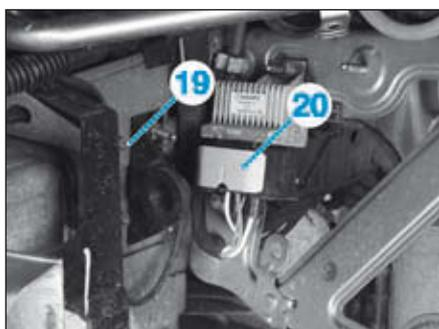

FIG.86
- l'écrou de fixation du câble de masse sur la caisse (19) (Fig.86),
- Débrancher le connecteur du boîtier de prépostchauffage (20).